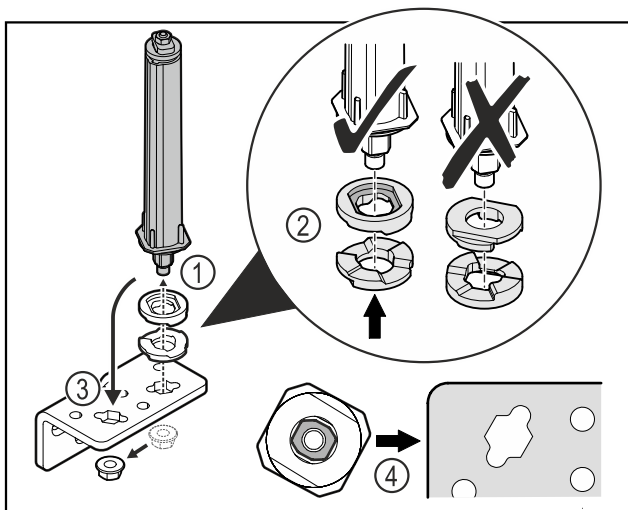

Fig. 23
- ▶ Svitare il dado e rimuovere il sistema di chiusura della porta Fig. 23 (1).
- ▶ Assicurarsi che le rondelle per la regolazione dell'altezza siano rivolte nel verso giusto Fig. 23 (2).
- ▶ Spostare il sistema di chiusura della porta nella cerniera angolare e fissarlo con il dado Fig. 23 (3).
- ▶ Durante l'inserimento del sistema di chiusura della porta assicurarsi che sia rivolto nel verso giusto Fig. 23 (4).